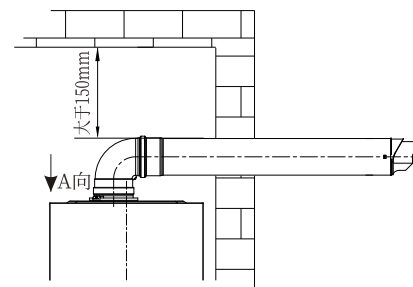

图3.6a
- (1) 同轴烟道的安装要严格按照CJJ12-99及其它相关标准操作，烟道出口位置与周围建筑物开口的距离选择也要符合其标准要求，如图3.6a所示。
- (2) 为防止同轴烟道上的排气孔和进气孔被堵塞，应将同轴烟道伸出墙外。
- (3) 同轴烟道安装接触或穿过房屋墙壁的管道时，相对环境的表面温升应小于等于60K，当该温升超过60K时，应在同轴烟道通过易燃材料组成的墙体时；必须覆盖厚度在20mm以上的不耐耐高温材料围护，确保墙体表面温升小于等于60K。
- (4) 同轴烟道与其穿过的墙壁上的圆孔之间的间隙，不得用水泥类东西填充，请使用随机附件的烟道法兰密封，否则不利于维修操作。
- (5) 同轴烟道的外表面应与上面的建筑物相距45mm以上。
- (6) 若使用加长管，所有的接口处必须密封，不得使废气漏入室内。
- (7) 烟道口位置必须位于不会造成公害的地方。